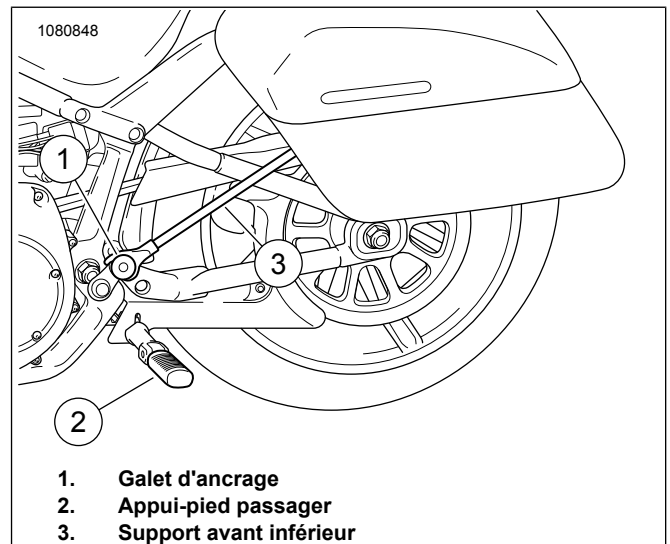

Figure 5. Support et ancrage avant inférieurs
Voir Figure 5 . Installer les composants de galet d'ancrage sur le support avant inférieur avant d'installer le support inférieur avant sur le véhicule. S'assurer que toutes les entretoises et les mini galets d'ancrage sont alignés avant de continuer.
2. Voir Figure 5 . Poser le support de galet d'ancrage sur le cadre avec le galet d'ancrage orienté vers l'extérieur, aligner l'encoche du support sur l'écrou de pivot de bras oscillant.
3. Voir la figure 5. Tout en maintenant le support avant inférieur (3) pour éviter qu'il ne tourne, serrer la vis à l'aide d'un embout TORX T50 allongé. Serrer.